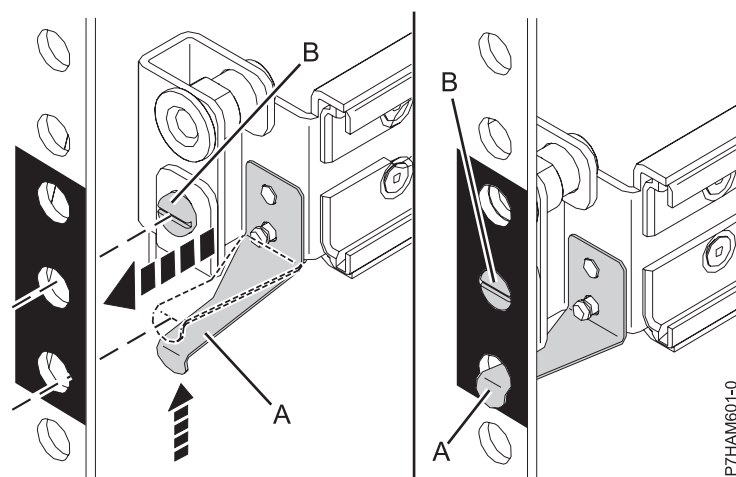

Figure 4. Fixation de la glissière à l'avant de l'armoire
- La patte de fixation (A) est du côté avant de l'armoire, alignée sur le trou inférieur de la bande EIA que vous avez marqué précédemment, comme indiqué à la figure 4, à la page 7.
- c. Soulevez la patte de fixation (A) et insérez-la dans le trou inférieur de la bande EIA que vous avez marqué, comme indiqué à la figure 4, à la page 7. Vérifiez que l'ergot de la patte de fixation est entièrement engagé dans le trou, et qu'il s'appuie fermement sur son bord inférieur. Insérez la vis d'alignement (B) dans le trou intermédiaire de la bande EIA, marqué précédemment.